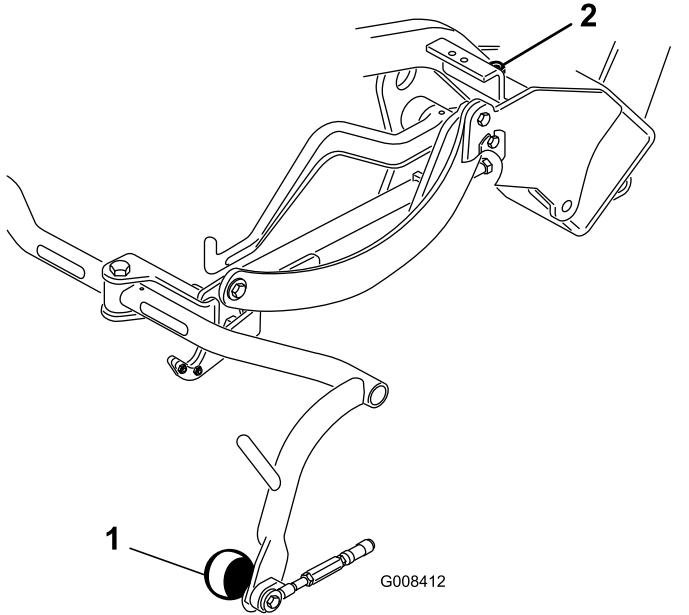

Bild 9
- Sollte eine Einstellung erforderlich sein, lösen Sie die Klemmmutter an der Anschlagschraube des Trägerrahmens (Bild 9) und drehen Sie die Schraube nach oben oder unten, um den Trägerrahmen anzuheben oder abzulassen.